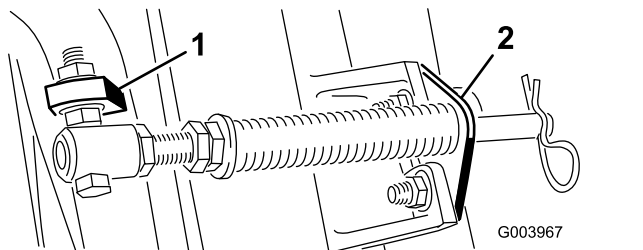
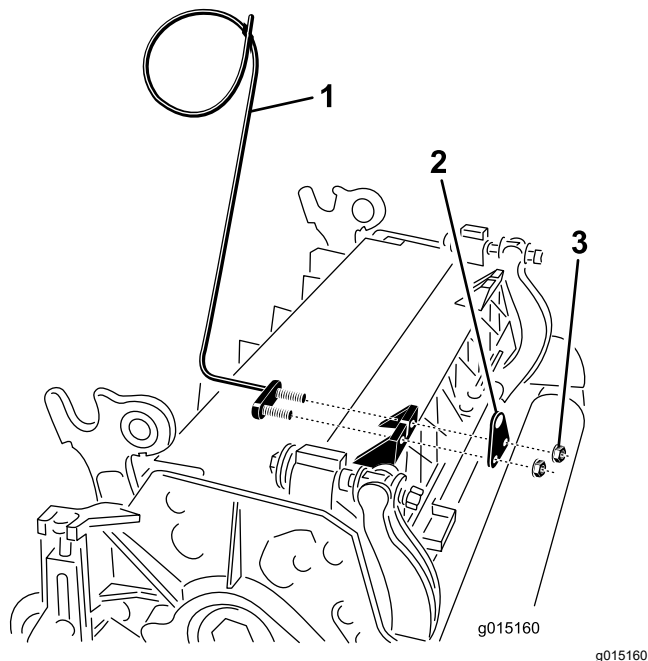

Figura 11
Figura 13
Nota: La cabeza del perno debe colocarse en el exterior de la pestaña, según se muestra en Figura 11.
E. Monte el soporte de la varilla en las pestañas de la unidad de corte con los pernos de cuello cuadrado y las tuercas (Figura 11). En la unidad de corte, monte la guía de las mangueras de la izquierda en la parte delantera de las pestañas de la unidad de corte al reinstalar el soporte de la varilla (Figura 13).